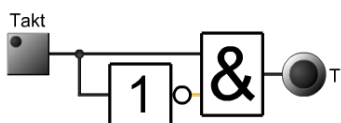

Abbildung 3: Teilschaltung 1
- b) Welche Funktionalität realisiert die Teilschaltung aus Abbildung 3?